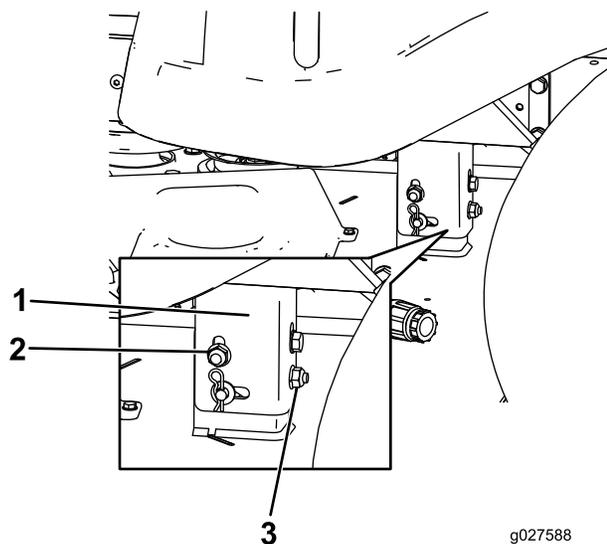

Figura 51
8. Alzate o abbassate il lato sinistro del piatto di taglio ruotando il dado posteriore (Figura 51).